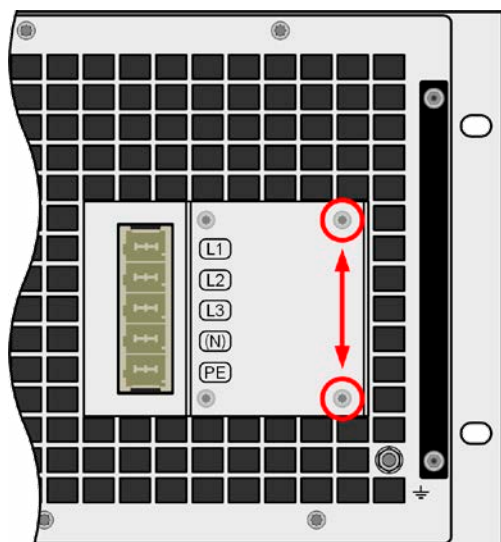

Figure 10 - Emplacement de montage de la bride
1. Enlever les deux vis du boîtier filtre AC comme indiqué en Figure 10 ci-dessous.